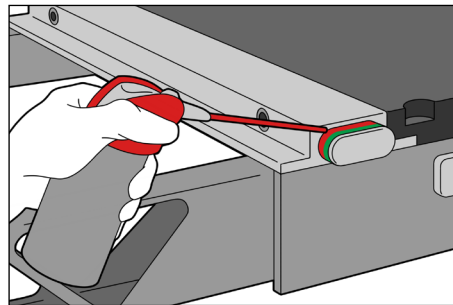

图 5
7. 向按钮顶部和碰锁外壳之间的缝隙喷注润滑剂以润滑内部组件。(图 5)